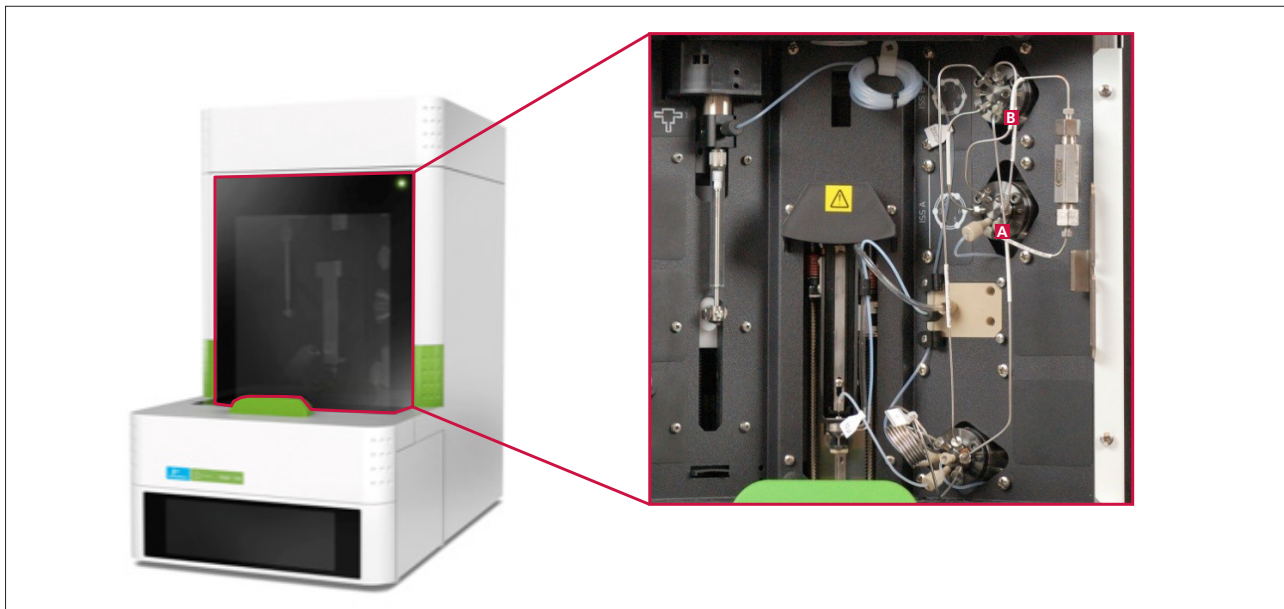

图1. QSight SP50 高精度自动进样器
- 在原有配置的基础上增加两个UHPLC 六通阀以及SPE 萃取柱,使其成为在线SPE 自动进样器,用于样品的净化与富集。六通阀由Simplicity 3Q 软件控制,可简单快速地切换不同的工作模式。图1 中六通阀A 专用于SPE,六通阀B 用于液相进样模式与在线SPE 进样模式的灵活切换。